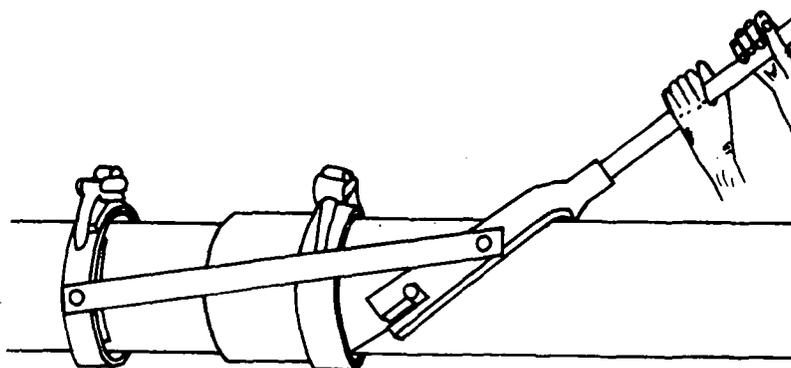

FIG. 5
9.º Passo — Acople os tubos movimentando a alavanca (fig. 5).